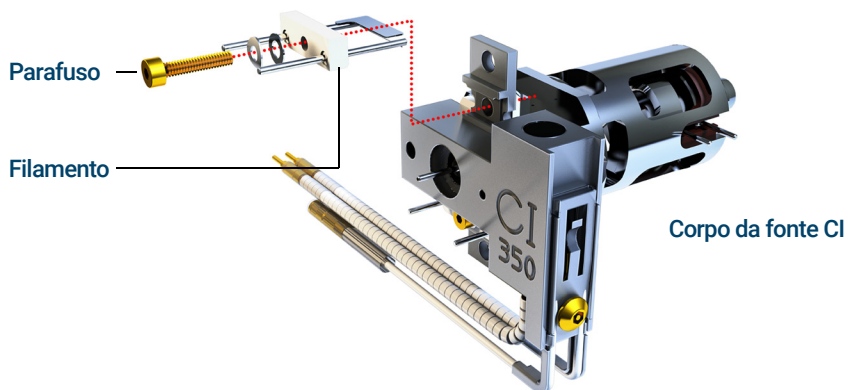

Figura 76. Alteração do filamento da fonte CI
- 4 Remova o parafuso que prende o filamento ao corpo da fonte CI. (Consulte **Figura 76**.)
- 5 Remova o filamento do conjunto da fonte CI. (Consulte **Figura 76**.)
- 2 Coloque o novo filamento na sua posição na estrutura da fonte de íons. (Consulte **Figura 76** na página 252.)
- 3 Fixe o filamento à estrutura da fonte de íons com o parafuso. (Consulte **Figura 76** na página 252.)